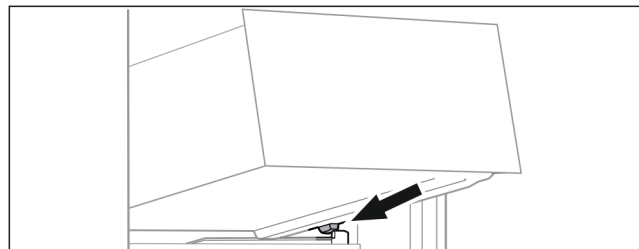

Fig. 15
- ▶ Placer le tiroir, en l'inclinant, derrière les butées sur la nervure de récipient Fig. 15 (1).